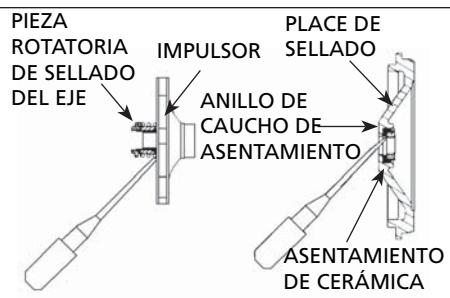

Figura 9 - Remoción del Sello del Eje y el Asentamiento de Cerámica
9. Quite del impulsor la parte de sellado del eje giratorio (incluyendo el anillo inoxidable y el sello de goma) (Figura 9).
10. Empuje o haga palanca en emplazamiento de cerámica y el anillo de goma del sello para liberarlos de la placa de sellado (Figura 9).